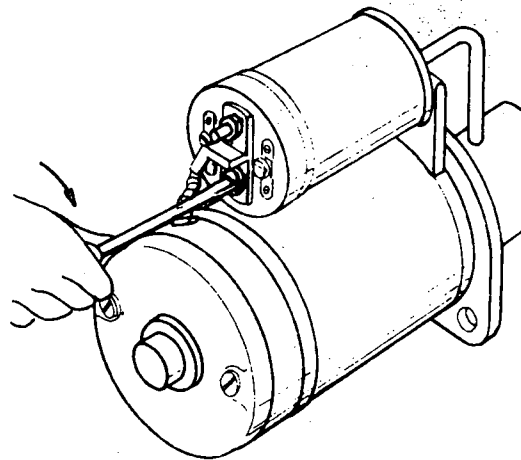

Fig. 1
- a Remova o parafuso que liga o conector do motor com o solenóide (fig. 1).